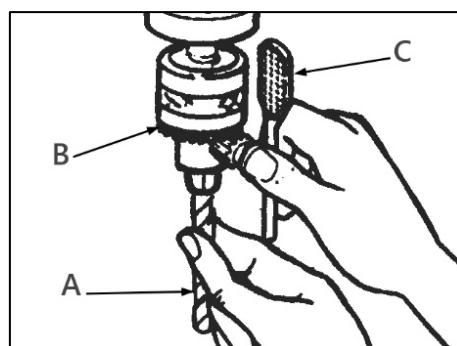

Рисунок 9.
Вставьте сверло (A) (рис. 9) в сверлильный патрон (B) достаточно глубоко, чтобы достичь максимального захвата.